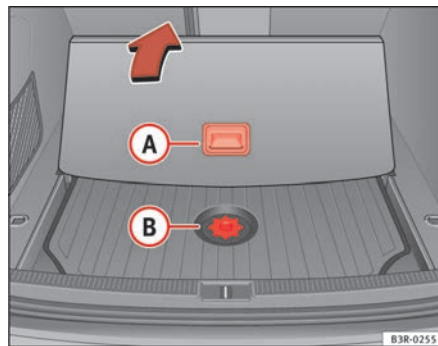

Fig. 185 Acesso à caixa de ferramentas e macaco
- Empurre para trás a cobertura da superfície de carga, segurando-a pela pega (A) ⇒ fig. 185.
- Desaperte o parafuso de fixação da cobertura (B) ⇒ fig. 185.